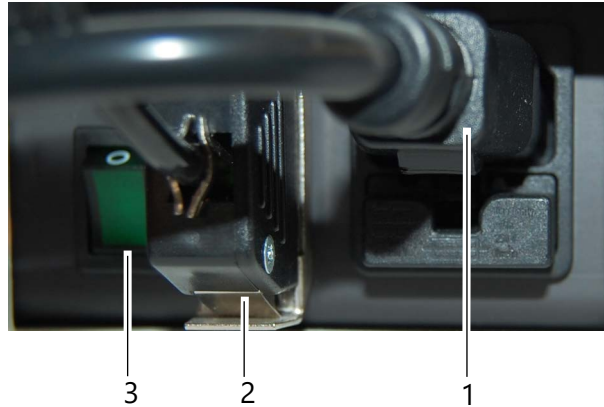

Abb. 7-2: Mesotest II anschließen
- Schließen Sie die Bedieneinheit an die Buchse (*Abb. 7-2, Seite 25*) an.
Wenn Sie das Mesotest II über einen Computer/Laptop bedienen, müssen Sie ihn wie die Bedieneinheit anschließen, Abb. 7-2, Seite 25.
- ➔ Verbinden Sie das Gerät mit Hilfe des mitgelieferten Netzkabels mit dem Stromnetz, \(Abb. 7-2, Seite 25\). Achten Sie darauf, dass die Netzspannung mit der auf dem Typenschild angegebenen Spannung übereinstimmt.
- ➔ Schalten Sie das Mesotest II am Ein/Aus-Schalter (*Abb. 7-2, Seite 25*) ein- bzw. aus.